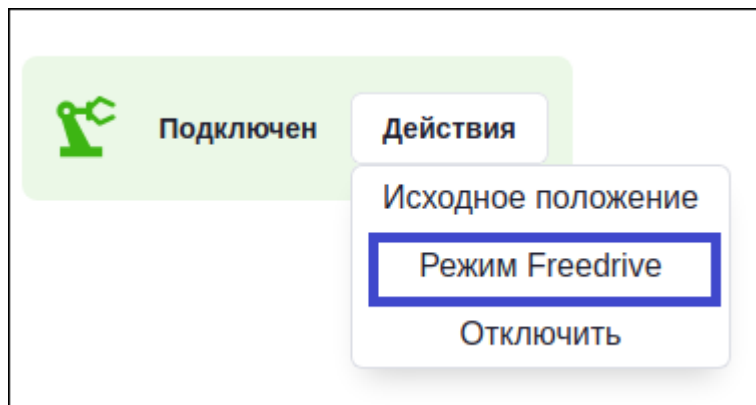

Рисунок 25 – «Режим Freedrive»
- В приложении M Edu нажмите кнопку «Действия» – «Режим Freedrive» (Рисунок 25).